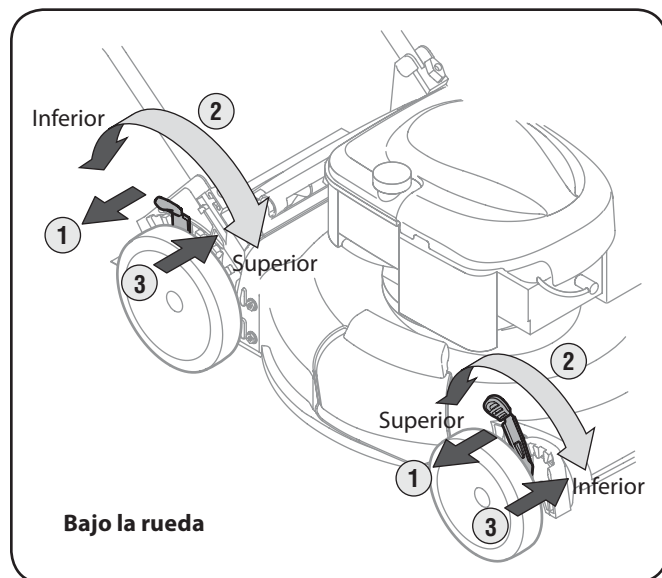

Figure 3-10
2. Muévela a cualquier de las posiciones para la altura de corte deseado. Vea la fig. 3-10 y 3-10A.